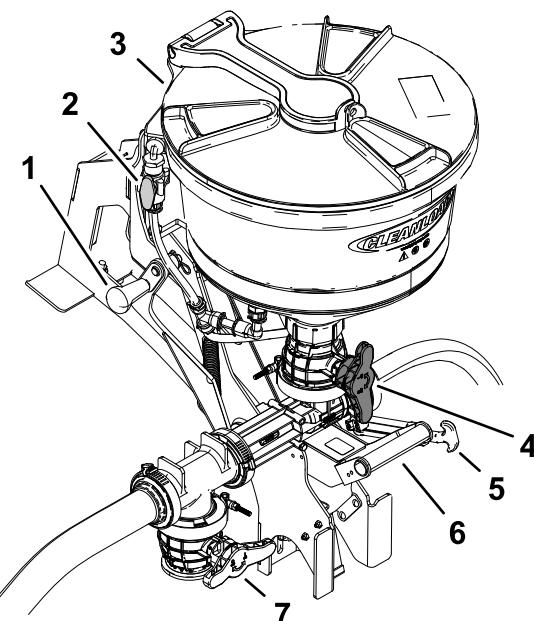

图 41
1. 使用下手柄降下清洁加药器图 41。
2. 打开盖子检查是否有异物会影响系统性能或污染系统图 41。
5. 打开位于料斗底部的料斗阀红色旋钮 图 41。
2. 打开料斗阀 图 41。
- B. 打开冲洗阀冲洗清洁加药器料斗 20 秒钟 图 41。
- C. 关闭冲洗阀 图 41。
6. 升起清洁加药器并使用运输箍带固定 图 41。
7. 关闭清洁加药器切断阀和料斗阀 图 41。
3. 顺时针旋转料斗盖将其关闭并锁住 图 41。
6. 让清洁加药器恢复到运输位置并用运输箍带固定 图 41。